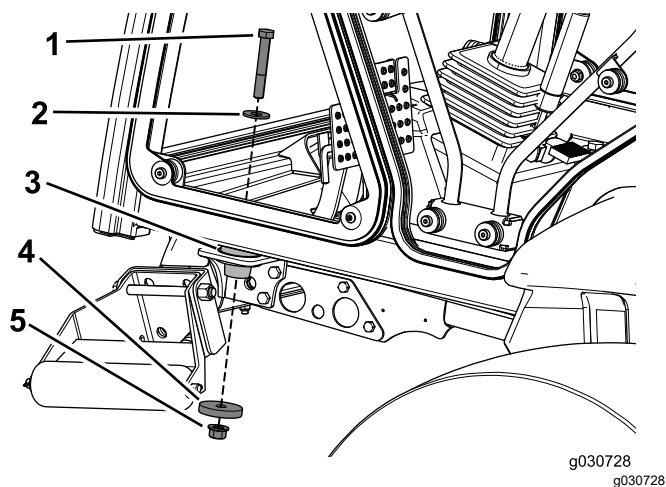

Figura 29
5. Utilize um parafuso ($\frac{1}{2}$ pol. x $3\frac{1}{4}$ pol.), uma anilha de $1\frac{3}{8}$ pol., uma anilha de $2\frac{1}{4}$ pol. e uma porca de bloqueio ($\frac{1}{2}$ pol.) para prender a cabina às montagens frontais na máquina (Figura 29).